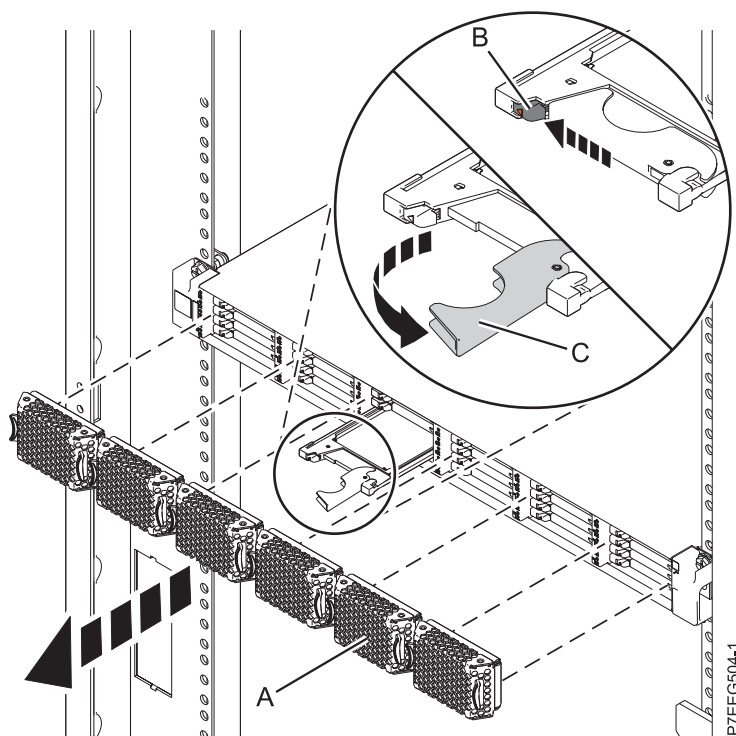

Figura 26. Extracción de la unidad de estado sólido de Alojamiento de almacenamiento PCIe de EDR1
1. Retire la placa frontal (A) que cubre la ranura que contiene la unidad de estado sólido.
2. Deslice suavemente el pestillo de liberación (B) por encima para desbloquear el asa de la unidad. Consulte Figura 26.